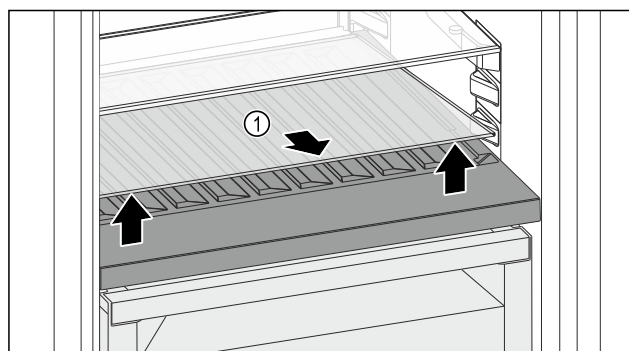

Fig. 180
- Skleněnou desku Fig. 180 (1) zvedněte za vybrání vpředu a vyjměte ji.
- Skleněnou desku Fig. 180 (1) uložte bezpečně mimo spotřebič.
- Skleněnou desku (2) vložte pod variabilní přihrádku na láhve.